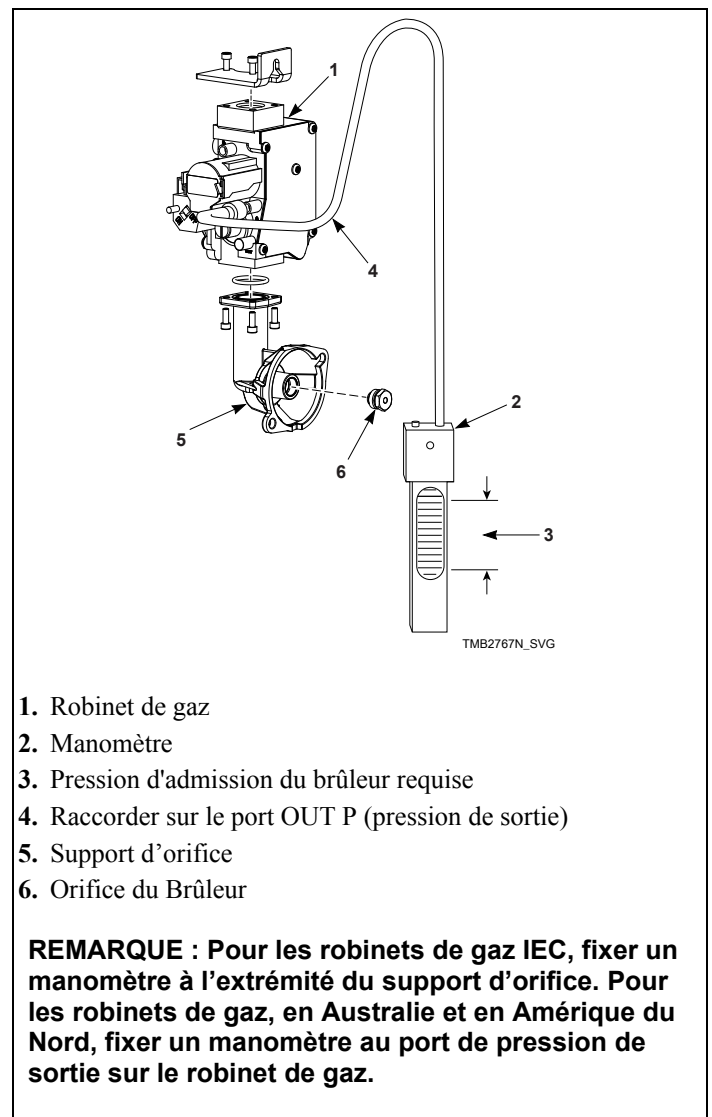

Figure 19
2. Retirer le support d'orifice. Dévisser l'écrou du support d'orifice situé près du robinet de gaz. Retirer le ou les orifices du brûleur du support d'orifice. Voir Figure 19.
1. Vérifier la pression de l'orifice du brûleur de gaz (collecteur) de la façon suivante. Voir Figure 19.
4. Démarrer le sèche-linge à tambour et noter la pression une fois que la flamme brûle. Retirer le capuchon du régulateur et régler la vis du régulateur jusqu'à ce que la pression de l'orifice du brûleur soit atteinte en fonction du tableau applicable. Remettre le capuchon du régulateur. Voir Figure 19.